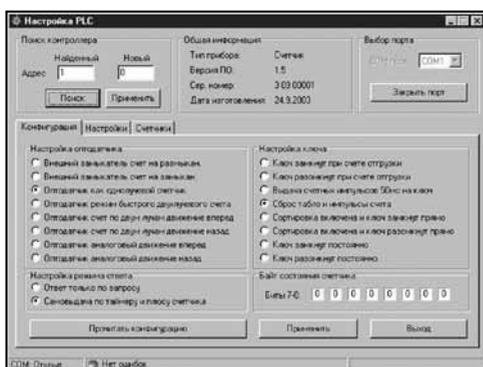

Рисунок 6. Страница «Конфигурация»
6.6 При обнаружении счётчика на экране появляется окно (рисунок 6), в котором в секции «Общая информация» указаны «Тип прибора» – счетчик, «Версия ПО», «Серийный номер» и «Дата изготовления».